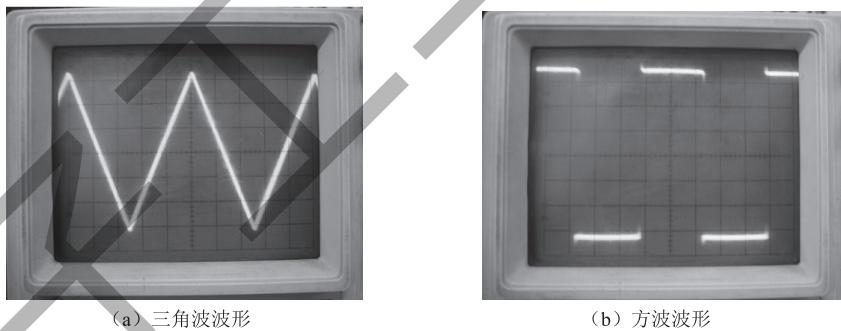

图 50 三角波、方波波形
(8) 改变信号发生器的波形选择按钮，观察三角波、方波波形如图 50 所示。